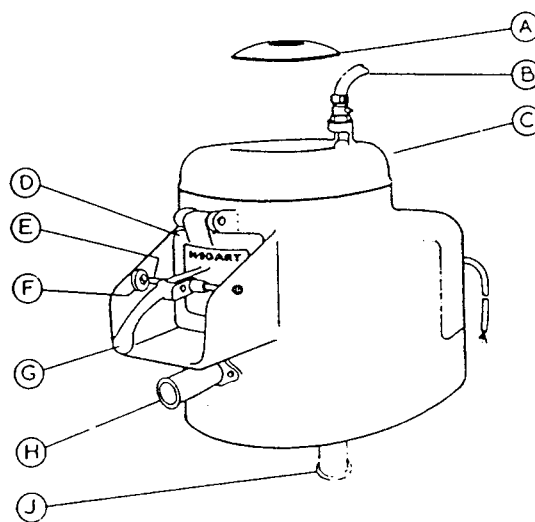

FIG. 4.
2. Enlever le couvercle anti-éclaboussant (A Fig 4).
3. Ouvrir l'arrivée d'eau (B Fig 4) pour obtenir un petit jet régulier dans l'éplucheuse.
8. Soulever de couvercle (A Fig 4) pour contrôler le progrès de l'épluchage en regardant par la trémie.
9. Lorsque les pommes de terre sont épluchées, tenir un seau sous la goulotte de déchargement et ouvrir la porte de la trémie (D Fig 4) en soulevant la poignée (G Fig 4).
1. Enlever le couvercle (C Fig 4) en le tournant dans le sens des aiguilles d'une montre et en le soulevant.
2. Entfernen Sie die Spritzschutzkappe (A Fig 4).
3. Öffnen Sie den Absperrhahn (B Fig 4) und lassen Sie das Wasser stetig in den Schärer laufen.
8. Durch Anheben des Deckels (A Fig 4) können Sie jederzeit den Schälvorgang überprüfen.
9. Wenn die Kartoffeln geschält sind, halten Sie bitte einen Korb unter die Schutte und öffnen Sie die Tür (D Fig 4) durch Anheben des Griffs (G Fig 4).
1. Entfernen Sie den Deckel (C Fig 4), indem ihn im Uhrzeigersinn drehen und anheben.